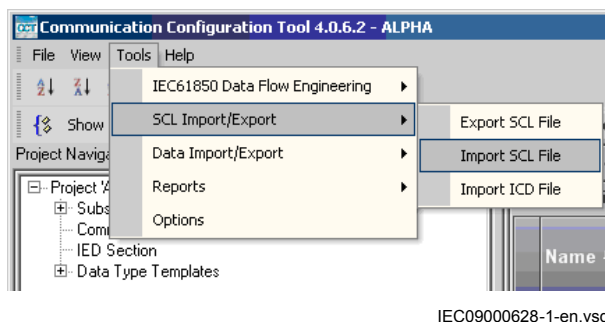

Figure 67: CCT600 - Importation du fichier SCL
2. Importer le fichier SCD créé par le PCM600, voir Figure 67.